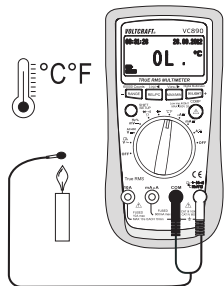

图 9
2. 按下 SHIFT/SETUP 键 (3), 以切换至 $^{\circ}\text{F}$ 显示。
3. 以正确极性插入温度传感器, 正极插入 $^{\circ}\text{CHzV}\Omega$ 测量插口 (7), 负极插入 COM 测量插口 (8) (图 9)。